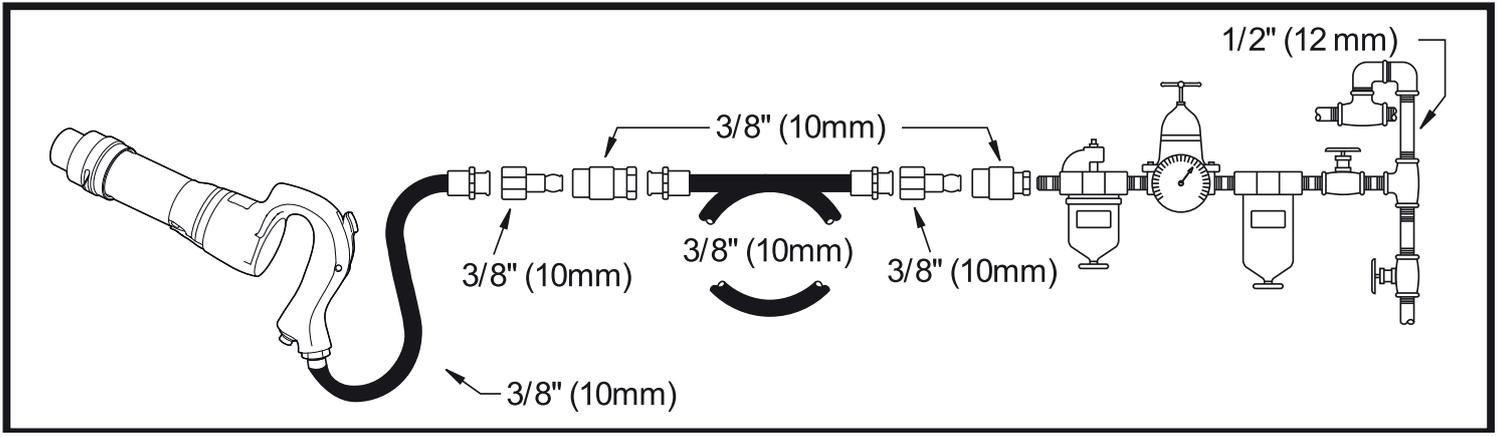

Fig. 1
- Connect device as shown in Fig.1.
- To start the machine, simply pull the trigger (A). Machine speed is increased by increasing pressure on the trigger. Release the trigger to stop.
- Conecte el dispositivo como se indica en la Fig.1.
- Para activar el aparato, sencillamente presione el gatillo (A). La velocidad del aparato aumenta al incrementar la presión sobre el gatillo. Suelte el gatillo para detenerlo.